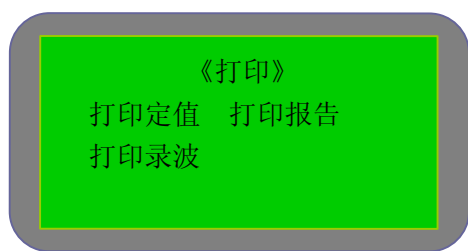

图 5-6
- 打印: 在主菜单选择“打印”, 进入图 5-6 界面, 可以选择打印定值、打印报告和打印录波。